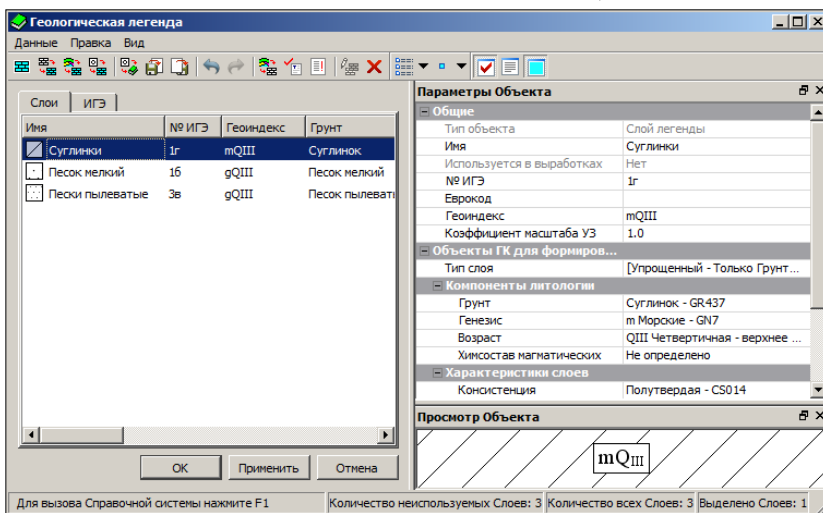

Рис. 5.3
7. Далее отредактируйте параметры слоев. Для этого выберите в списке слоев слой **Суглинки** и в панели **Параметры Объекта** задайте **Консистенция** – **Полутвердая** (рис. 5.3), а для слоя **Песок мелкий** **Степень влажности** – **Малой степени водонасыщения**.